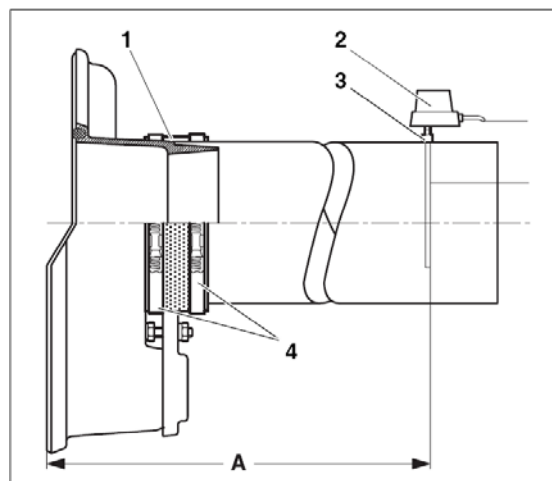

Fig. 33
Det rekommenderas att använda en tätningsmanschett till rökröret (Fig. 33, pos. 1).
- Läggs spännband (Fig. 33, pos. 4) omkring manschetten. Det ena spännbandet ska spännas på rökboxens stös och det andra på rökröret.
- Svetsa en muff (Fig. 33, pos. 3) in i rökröret i ett avstånd från rökboxen som svarar till 2 x rökrörets diameter (A).
- Montera rökgasgivaren (Fig. 33, pos. 2) med hänsyn till den separata monteringsbruksanvisningen.